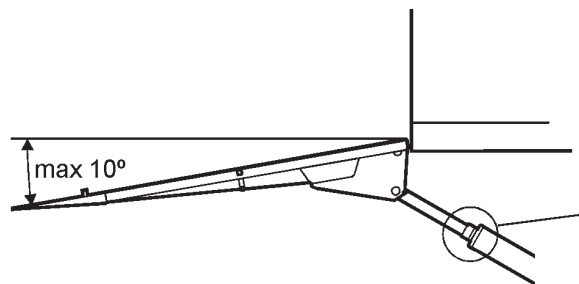

Bild 49. Nedtiltningsvinkel ska justeras till max 10°
1. Kör lyft-upp så att lyftbryggan når flak. Bild 49.
3. Tilta ner bryggan till max 10 grader under horisontalplanet. Bild 49.